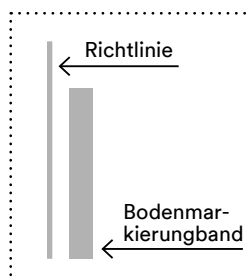

Abbildung 1
- Beim Anbringen des Klebebandes in langen geraden Linien kann eine Kreidelinie als Richtlinie verwendet werden (*Abbildung 1*).
- Um das Klebeband anzubringen, lösen Sie einen Teil des Endes des Klebebandes und drücken Sie es fest auf den Boden. Ziehen Sie vorsichtig das Klebeband von der Rolle ab, während es von Hand aufgetragen wird, und folgen Sie dabei der Kreidelinie (*Abbildung 1*).